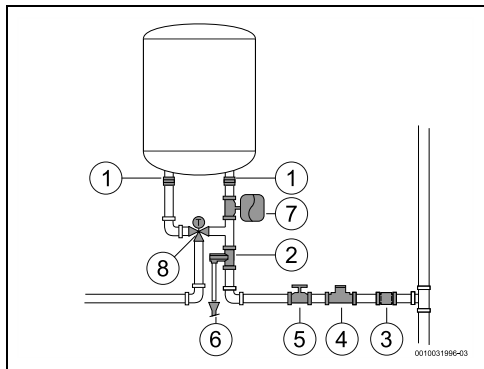

Fig. 10 Raccordement d'eau
- ▶ En cas d'utilisation de tubes PEX, installer un contrôle thermostatique (Fig. 10, [8]) sur le tube de sortie de l'appareil. Il doit être réglé pour correspondre aux performances du matériel utilisé.
- Ne jamais installer d'accessoires (autres que ceux indiqués dans la fig. 10) entre la soupape de sécurité et l'entrée d'eau froide sanitaire (côté droit) de l'appareil.
- installer un réducteur de pression (Fig. 10, [4]). La soupape de sécurité se déclenche lorsque la pression d'eau dans l'appareil est supérieure à 8 bar (± 1 bar), et il est donc nécessaire de prévoir un moyen d'évacuer cette eau.
- installer un vase d'expansion (Fig. 10, [7]) pour empêcher l'ouverture trop fréquente de la soupape de sécurité. Le volume du vase d'expansion doit être équivalent à 5 % du volume de l'appareil.